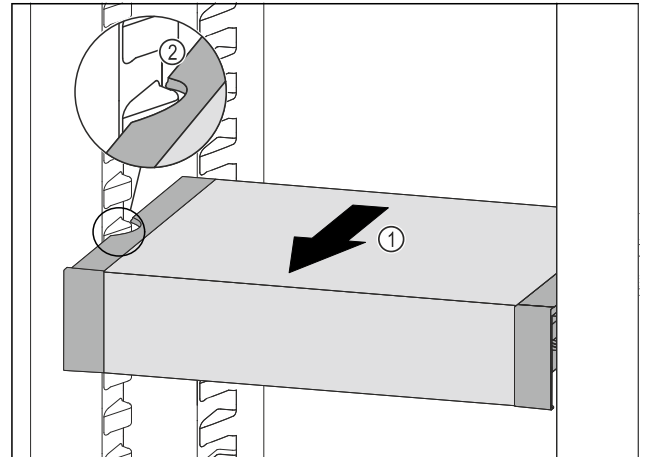

Fig. 105
- VarioSafe çekmecesini, VarioSafe çekmecesinin yandaki boşlukları soğutma bölümündeki yerleştirme çıkıntıları yüksekliğine gelene kadar *Fig. 105 (2)* öne doğru çekin *Fig. 105 (1)*.